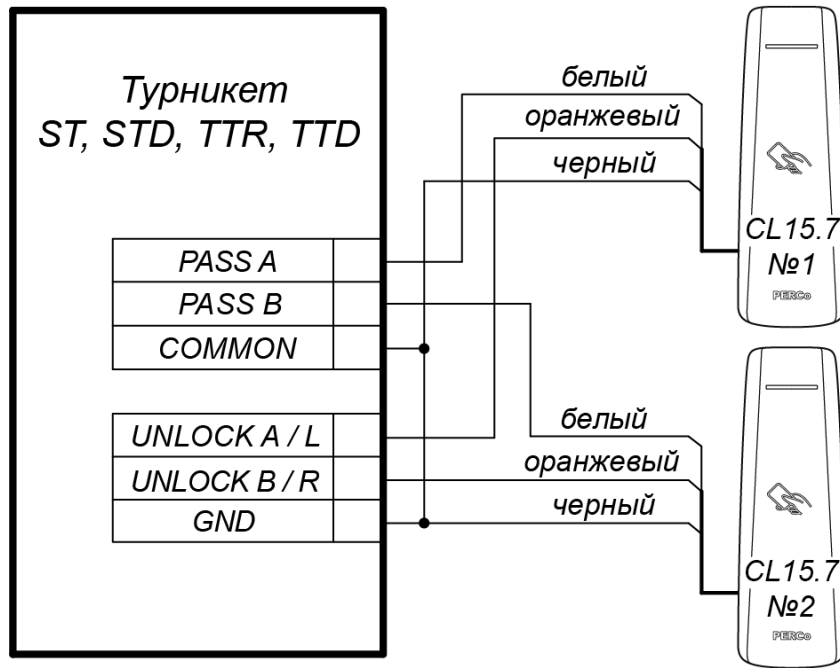

Рисунок 7. Схемы подключений турникетов
- Для турникетов производства **PERCo** параметр ИУ **Режим работы выхода управления** должен быть установлен в значение **Потенциальный** (рис. 7).